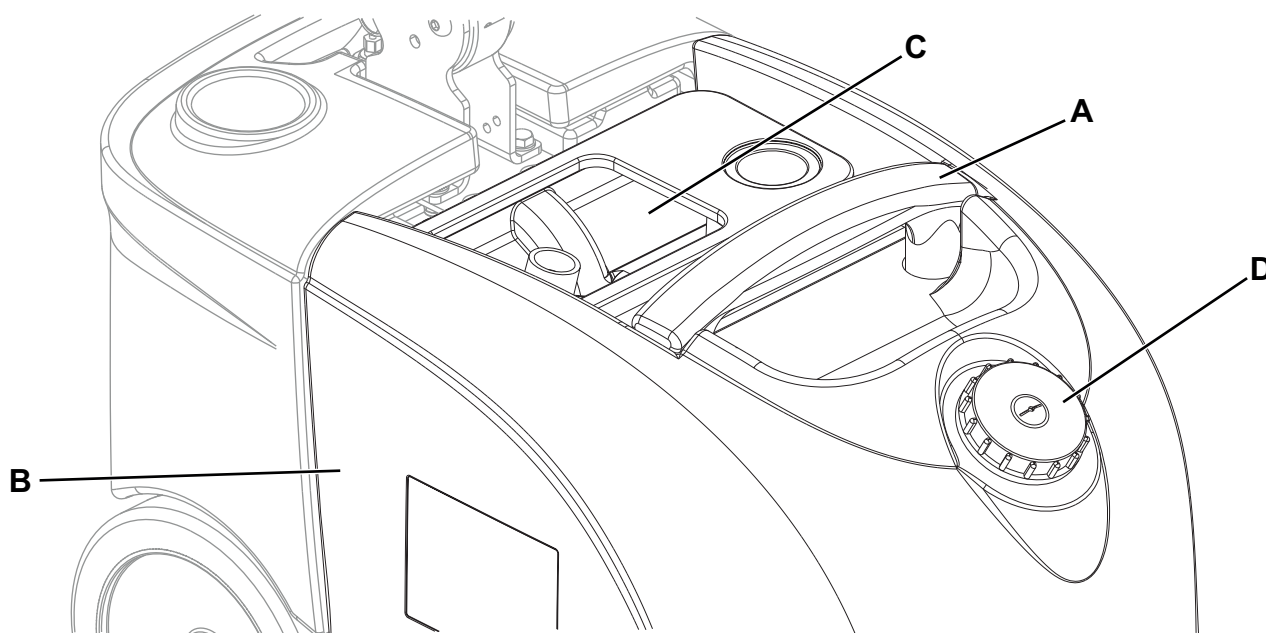

Figure 3
1. Contrôler que la manette (31) du sélecteur de fonctions soit en position «0».
3. Enlever le couvercle transparent (24).
4. Saisir la poignée (A, Fig. 3) et soulever le groupe réservoirs (B).
5. Vider le réservoir de l'eau de récupération (C). Le travail effectué, rincer le réservoir à l'eau propre.
6. Dévisser le bouchon (D) et vider le réservoir de solution. Le travail effectué, rincer le réservoir à l'eau propre.
7. Reposer le groupe réservoirs (22) sur le cadre de la machine et le couvercle transparent (23).